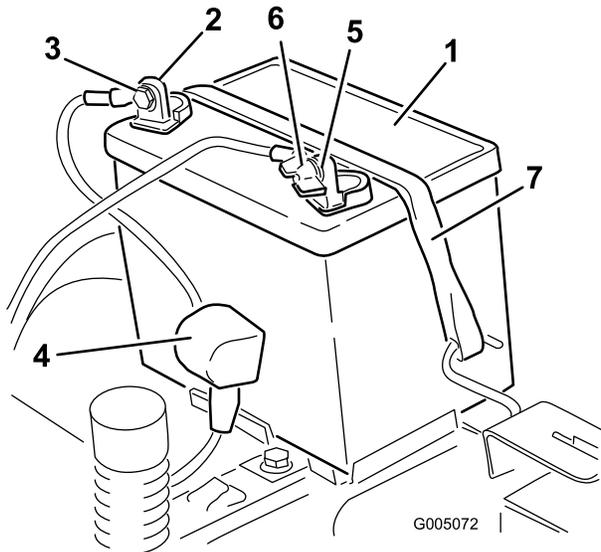

Figura 35
4. Desconecte el cable negativo de tierra (negro) del borne de la batería (Figura 35). Guarde todos los herrajes.
5. Deslice hacia arriba la cubierta de goma del cable positivo (rojo). Desconecte el cable positivo (rojo) del borne de la batería (Figura 35). Guarde todos los herrajes.
6. Retire la correa de sujeción de la batería y levante la batería para retirarla de su bandeja (Figura 35).
1. Coloque la batería en la bandeja (Figura 35).
5. Fije la batería con la correa de sujeción (Figura 35).